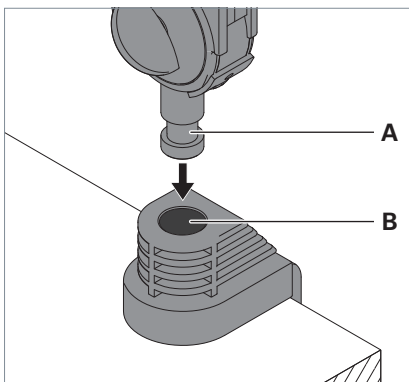

Fig. 2: Leuchte an Befestigungselement montieren.
- ▶ Stecken Sie den Zapfen **A** am Gestänge der Leuchte in die Öffnung **B** des Befestigungselements, siehe Fig. 2.